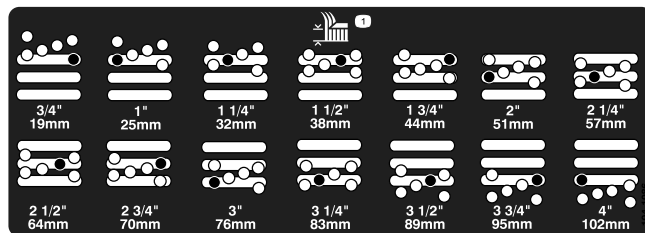

Figura 20
5. Spostate l'alloggiamento all'altezza di taglio opportuna e montate il distanziale nel foro e nella scanalatura dell'altezza di taglio prescelta (Figura 20).